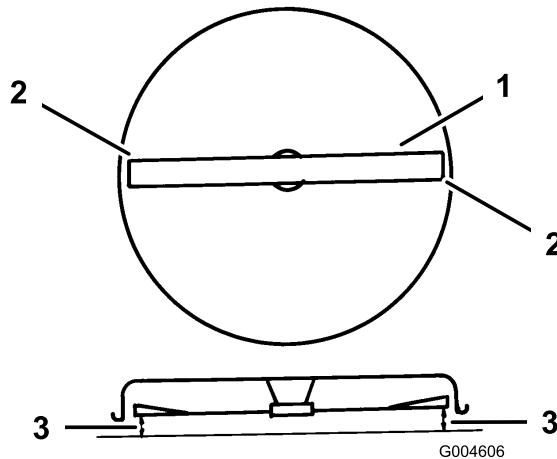

Figure 44
9. Tournez prudemment la lame pour la placer transversalement (Figure 44).
10. Mesurez la distance entre les tranchants extérieurs et le sol plat (Figure 44). Si les deux mesures diffèrent de plus de 5 mm, l'horizontalité transversale doit être réglée comme expliqué aux points 11 à 14.